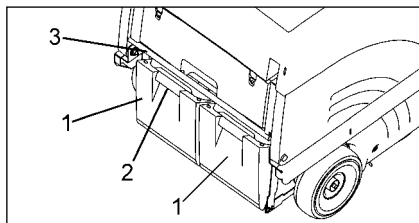

Abb.8
- Bügel (Abb.8/3) nach oben klappen
= Die Kehrgutbehälter (Abb.8/2) werden abgesenkt.
- In die Griffmulde (Abb.8/1) eines Kehrgutbehälters einfassen, leicht anheben und herausziehen.
- Kehrgutbehälter (Abb.8/2) wieder einsetzen und Bügel (Abb.8/3) wieder nach unten klappen.